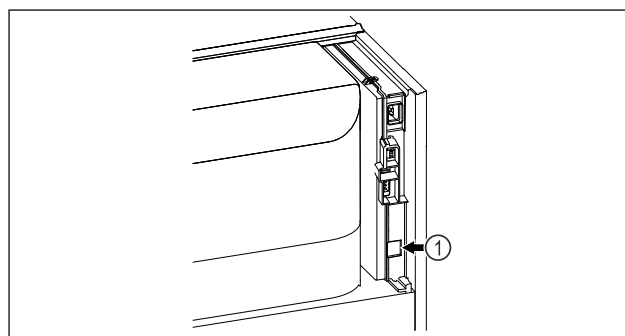

Fig. 85
- SmartModule Fig. 85 (1) on asennettu.